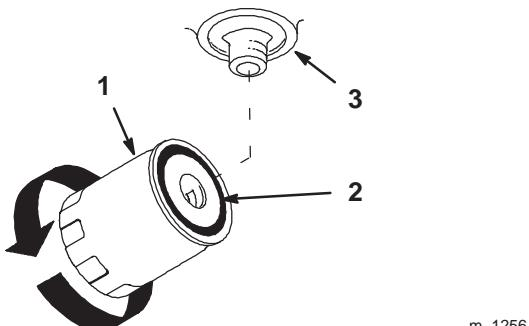

Figure 52
- Appliquez une fine couche de liquide hydraulique sur le joint en caoutchouc du filtre de rechange (Fig. 52).
- Quand le liquide déborde, tournez le filtre dans le sens horaire jusqu'à ce que le joint en caoutchouc touche l'adaptateur, puis donnez un demi-tour supplémentaire (Fig. 52).